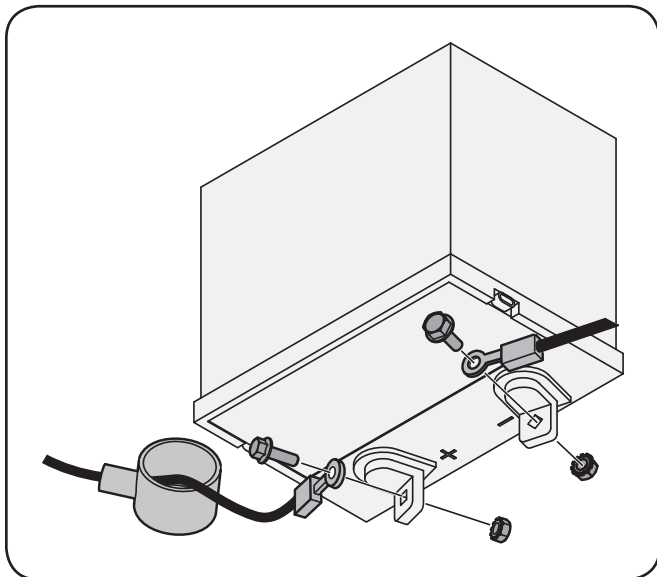

Figure 3-9
1. Enlevez le couvercle en plastique, le cas échéant, de la borne positive de la batterie et attachez le câble rouge à la borne positive de la batterie (+) avec le boulon et l'écrou à six pans. Voir la Figure 3-9.
2. Enlevez le couvercle en plastique, le cas échéant, de la borne négative de la batterie et attachez le câble noir à la borne négative (-) avec le boulon et l'écrou à six pans. Voir la Figure 3-9.